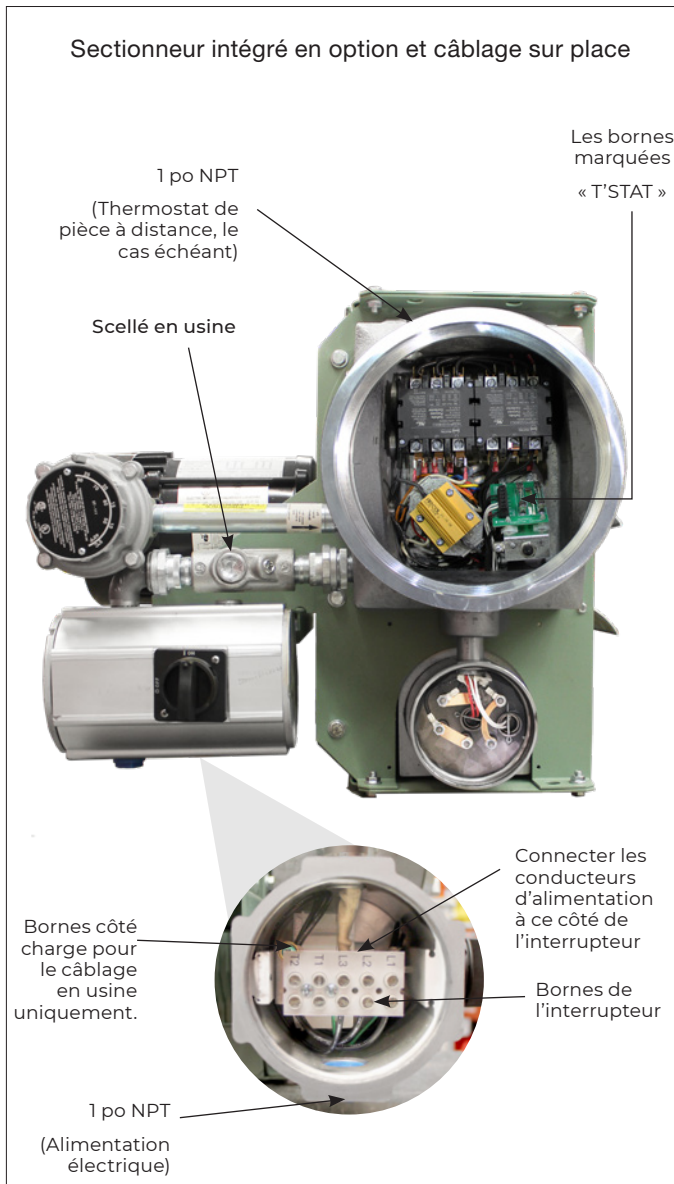

Figure 8
- 2.2 L'appareil de chauffage peut être livré avec un thermostat de pièce intégré installé en usine (voir Figure 8, page 10). Sur les appareils de chauffage non équipés de cette option, il est recommandé d'utiliser un thermostat de pièce à distance. Raccorder les conducteurs du thermostat de pièce à distance au bornier de la carte de circuit imprimé marqué « TSTAT ». Le thermostat utilisé avec cet appareil de chauffage doit :
- 2.3 L'appareil de chauffage peut être livré avec un sectionneur général intégré installé en usine. (Voir Figure 8, page 10)
- Les conducteurs d'alimentation et le conducteur de terre passent par l'ouverture 1 po NPT du boîtier du sectionneur (voir Figure 8, page 10). Les conducteurs d'alimentation doivent être câblés à l'intérieur du sectionneur. Le conducteur de mise à la terre doit être câblé à la cosse de mise à la terre fixée à l'intérieur du boîtier du sectionneur.
- Le cas échéant, les conducteurs du thermostat de pièce à distance passent par l'ouverture 1 po NPT (voir Figure 8, page 10) et doivent être câblés aux bornes de la carte de circuit imprimé marquées « T'STAT ».